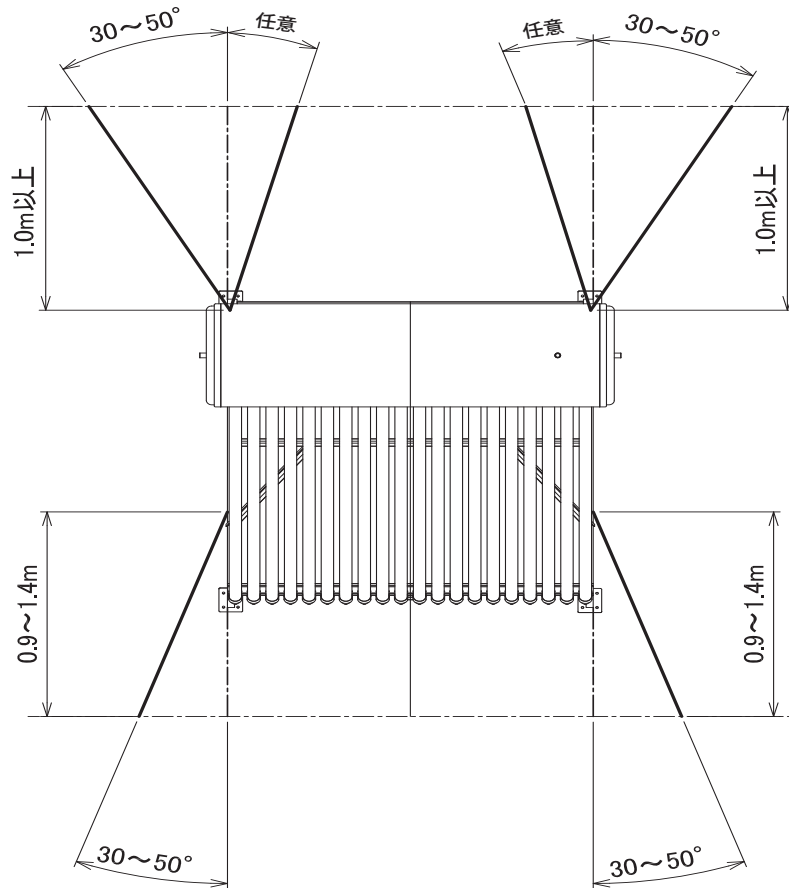

図30
- 固定線の張出しは 19 ページ図 30 の張り出し角度の範囲内にします。